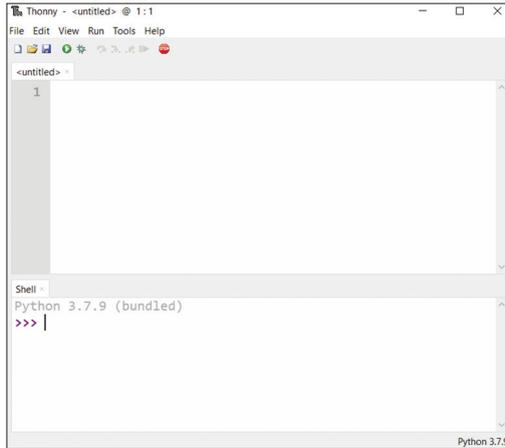

Рис.2.4: Стартовый экран Thonny на ПК.
- Стартовый экран Thonny на вашем ПК показан на рис. 2.4.